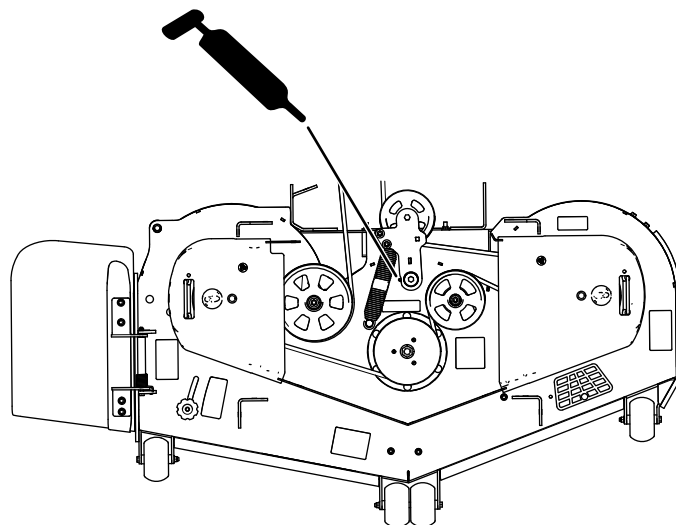

Figure 42
3. Graissez le pivot de la poulie de tension du tablier de coupe jusqu'à ce que la graisse ressorte par le bas (Figure 42).